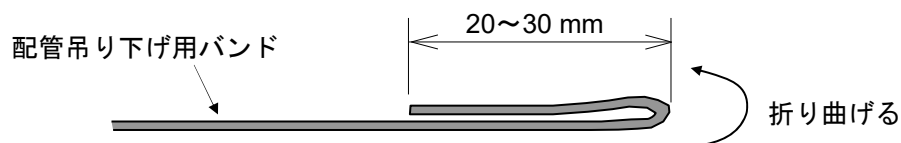

図 2-3-11
2. 配管吊り下げ用バンドを端から 20~30 mm の位置で折り曲げます。(図 2-3-11)